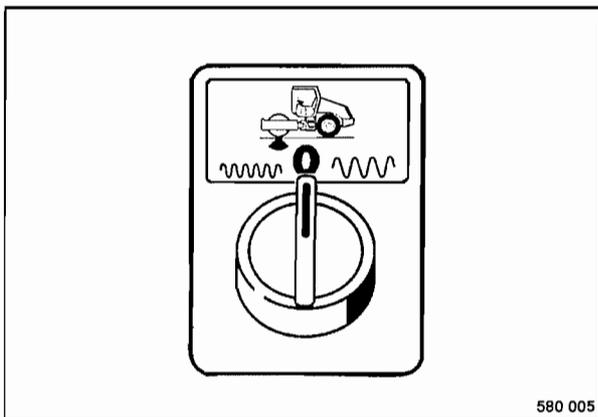

Fig. 27
- Colocar el interruptor giratorio para selección de vibración (Fig. 27) en posición "0", vibración desconectada.